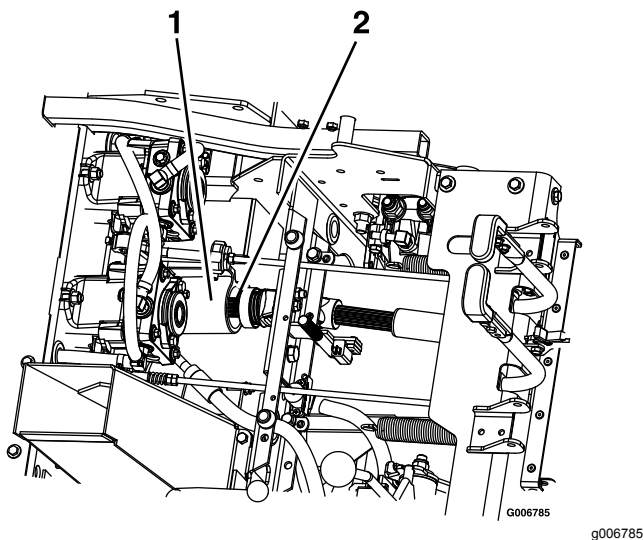

Figura 73
9. Desenganche el asiento y desconecte el árbol de transmisión usando el acoplamiento rápido del eje secundario (Figura 73). Consulte Desenganche del asiento \(página 22\).
5. Instale el árbol de transmisión en el eje secundario (Figura 73).